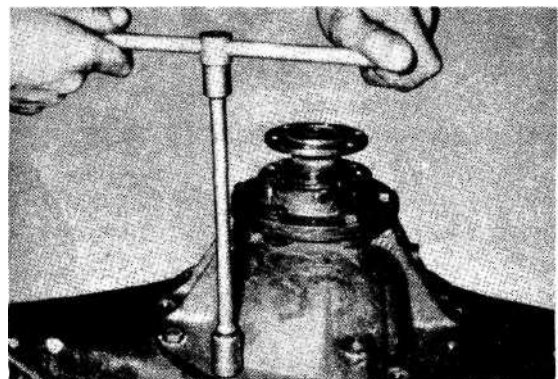

Bild 4-330
6. Sechskantschrauben für Ausgleichsgetriebe lösen. (Bild 4-330)